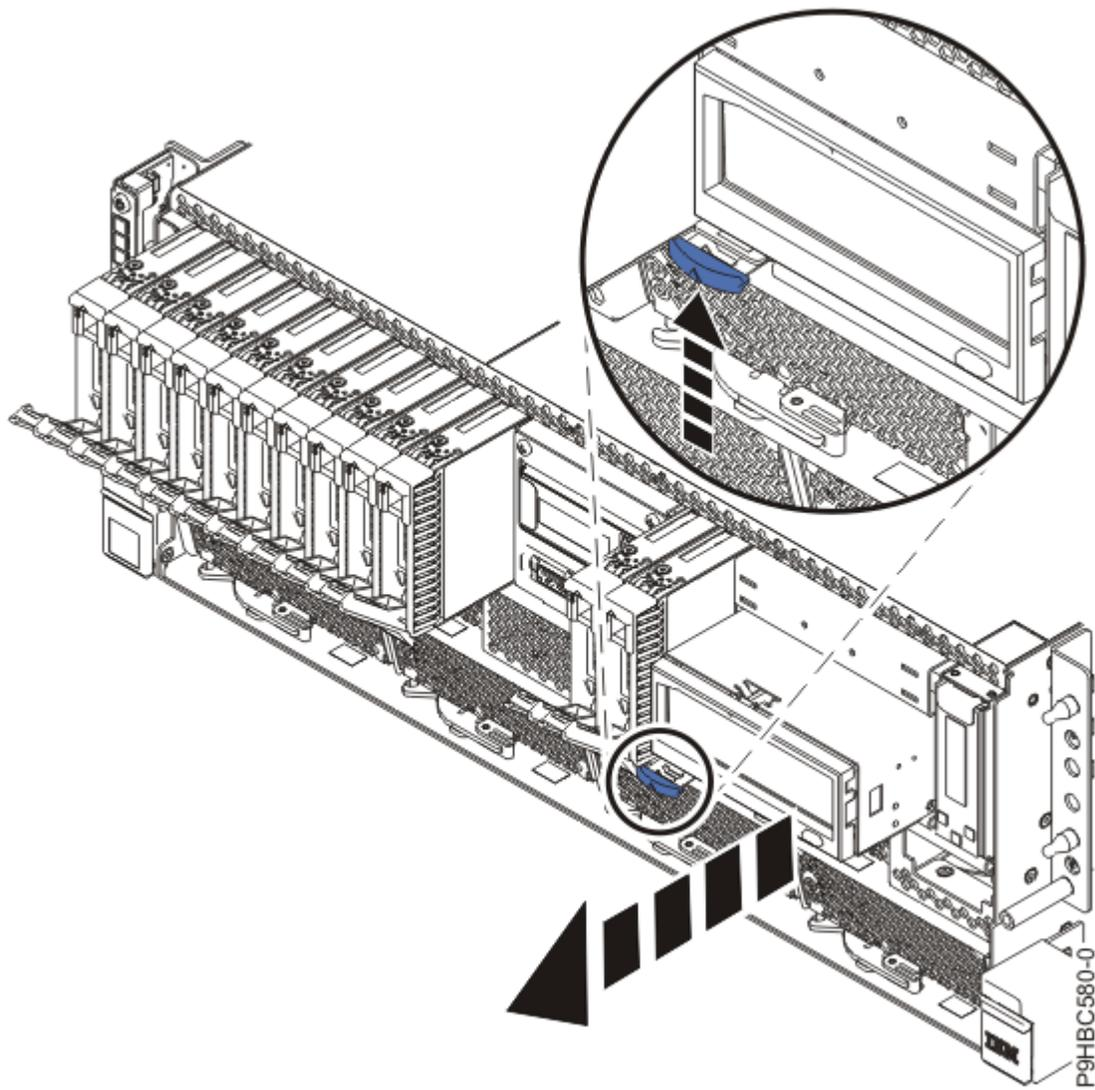

Abbildung 108. RDX-Andockstation teilweise ausbauen
- a) Drücken Sie die Verriegelung der RDX-Andockstation in Pfeilrichtung aufwärts (siehe Abbildung 108 auf Seite 115).